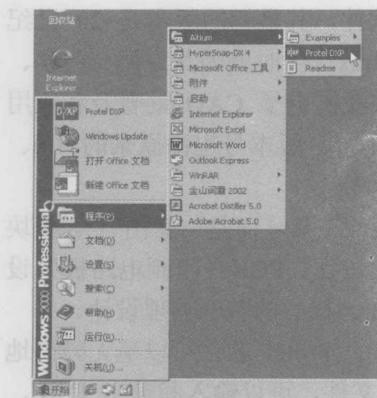

图 1-1 启动 Protel DXP
1) 如图 1-1 所示，在 Windows 桌面选择“开始”→“程序”→“Altium”→“Protel DXP”选项，即可启动 Protel DXP。